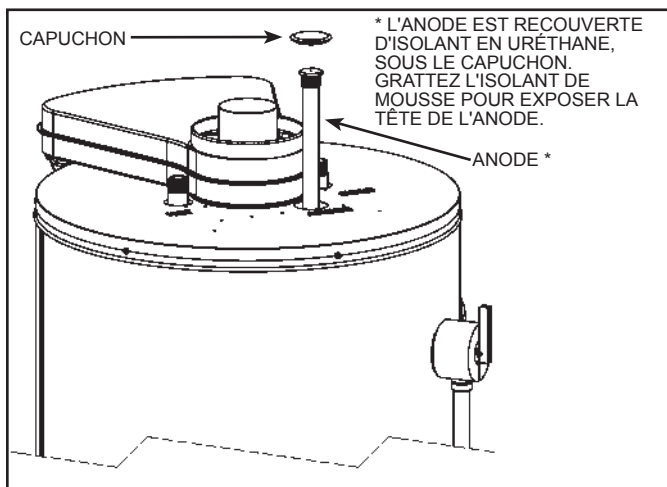

Figure 41
De l'eau adoucie artificiellement est très corrosive parce que ce processus substitue les ions sodium par des ions calcium et magnésium. L'utilisation d'un adoucisseur d'eau peut réduire la durée de vie du réservoir du chauffe-eau. L'anode originale (voir Figure 41) doit être inspectée au
5. Retirez le capuchon qui recouvre l'anode, sur le dessus du chauffe-eau, et retirez une petite quantité d'isolant afin de dégager la tête de l'anode (voir Figure 41). Conservez le capuchon et l'isolant.
6. Retirez l'anode en la dévissant dans le sens antihoraire à l'aide d'une clé à douille de 1-1/16 po (voir Figure 41).
2. Insérez l'anode dans son raccord, au haut du réservoir (voir Figure 41) et vissez-le à la main, dans le sens horaire. À l'aide d'une clé à douille de 1-1/16 po, vissez fermement l'anode dans son raccord.